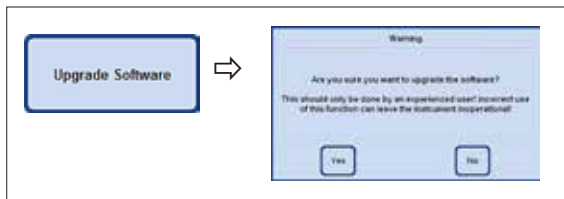

Fig. 77
- Conecte o dispositivo USB e pressione o botão **UPGRADE SOFTWARE** (Fig. 77).